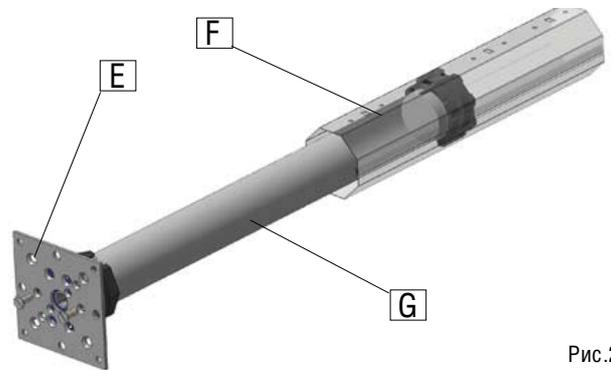

Рис.2
**ПРЕДУПРЕЖДЕНИЕ:** не ударяйте по основанию привода (D) при установке его в вал.
- Установите площадку привода (D) на крепеж и затем установите пружинно-инерционный механизм на противоположном конце вала.
**ПРЕДУПРЕЖДЕНИЕ:** Длинные фиксирующие винты для крепления колец на валу могут достать до корпуса двигателя. Используйте короткие фиксирующие винты, не соприкасающиеся с корпусом привода внутри вала (Рис.2). Винты не должны заходить в вал не более чем на 4 мм.